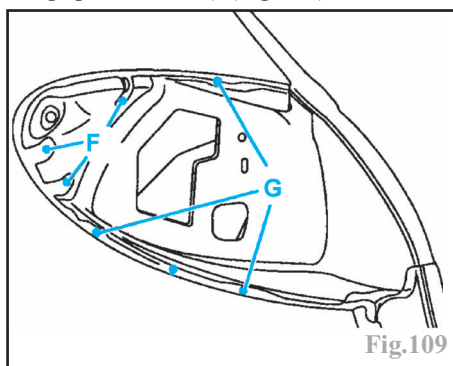

Fig.109
- par points électriques (suivant **F**) (avec l'équipement **AB1**) (Fig.109),